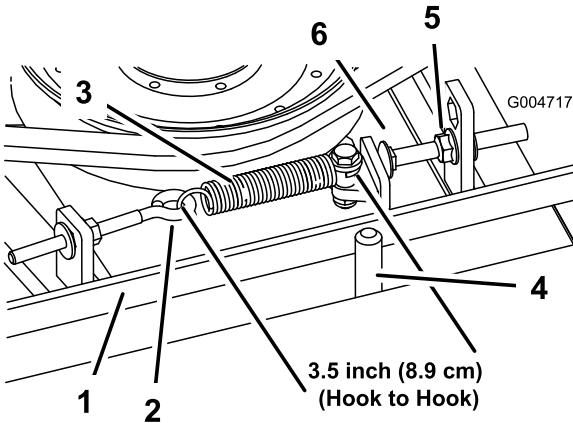

Bild 64
Wenn der Treibriemen richtig gespannt ist, sollte die Messung an der Verlängerungsfeder (Haken zu Haken) innen ungefähr $8,9\text{ cm} \pm 6\text{ mm}$ betragen. Wenn die Federspannung richtig ist, stellen Sie die Anschlagschraube (Schlossschraube) ein, bis der Abstand zwischen dem Schraubenkopf und dem Spannarm ungefähr $3 + 1,5/0,0\text{ mm}$ beträgt (Bild 64).
Hinweis: Achten Sie darauf, dass der Riemen auf der Federseite der Riemenführung positioniert ist (Bild 64).
8. Setzen Sie die Verlängerungsfeder (Bild 64) wieder in den Augenbolzen ein und spannen Sie den Riemen wie folgt:
2. Lösen Sie den Augenbolzen, um die Verlängerungsfeder abzunehmen (Bild 64).
3. Lösen Sie die Bundmutter, mit der die Anschlagschraube an der Befestigungslasche befestigt ist. Schieben Sie die Mutter so weit zurück, dass der Spannarm an der Anschlagschraube vorbeigeführt werden kann (Bild 64). Bewegen Sie